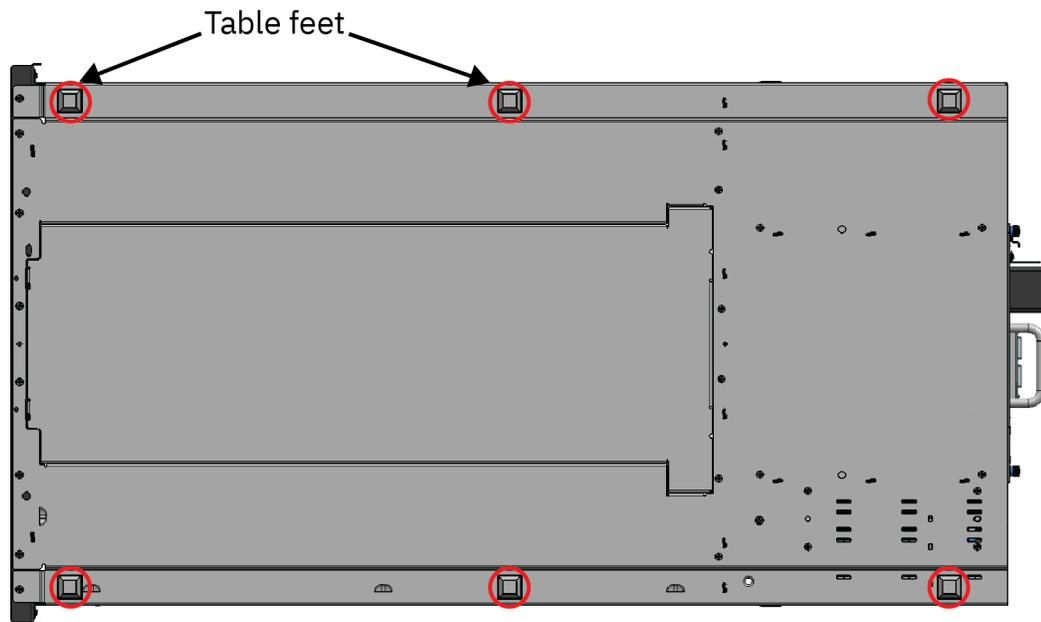

Figure 26. Pieds de table
4. Ajoutez les pieds à la base du module. Voir Figure 26, à la page 44.